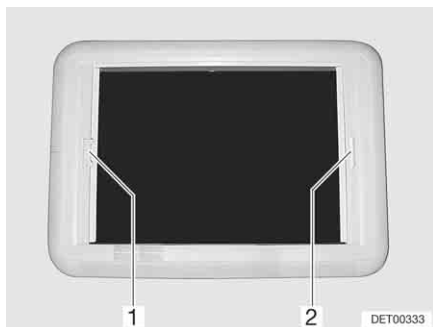

Fig. 73 Oblò Heki, bloccaggio tenda a rullo
Chiusura: ■ Tirare l'oscurante a rullo per la maniglia (Fig. 73,2) verso la maniglia contrapposta della zanzariera a rullo (Fig. 73,1) e farlo innestare.
■ Con l'altra mano premere il listello di sblocco in direzione dell'impugnatura tenendo l'impugnatura della zanzariera a rullo (Fig. 73,1). Il bloccaggio si sblocca.
Chiusura: ■ Tirare la zanzariera a rullo per la maniglia (Fig. 73,1) verso la maniglia contrapposta dell'oscurante a rullo (Fig. 73,2) e farla innestare.
- Tenere ferma la zanzariera a rullo (Fig. 73,1) con l'impugnatura e premere il listello di sblocco in direzione dell'impugnatura. Il bloccaggio si sblocca.